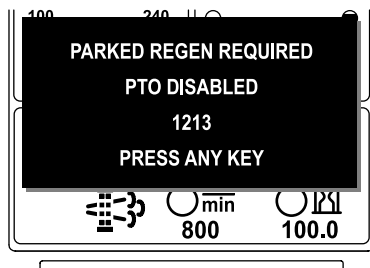

Figura 50
- Si usted no realiza una regeneración estacionaria en el plazo de 2 horas, el InfoCenter muestra el AVISO N° 1213 – regeneración estacionaria necesaria – toma de fuerza deshabilitada (Figura 50).